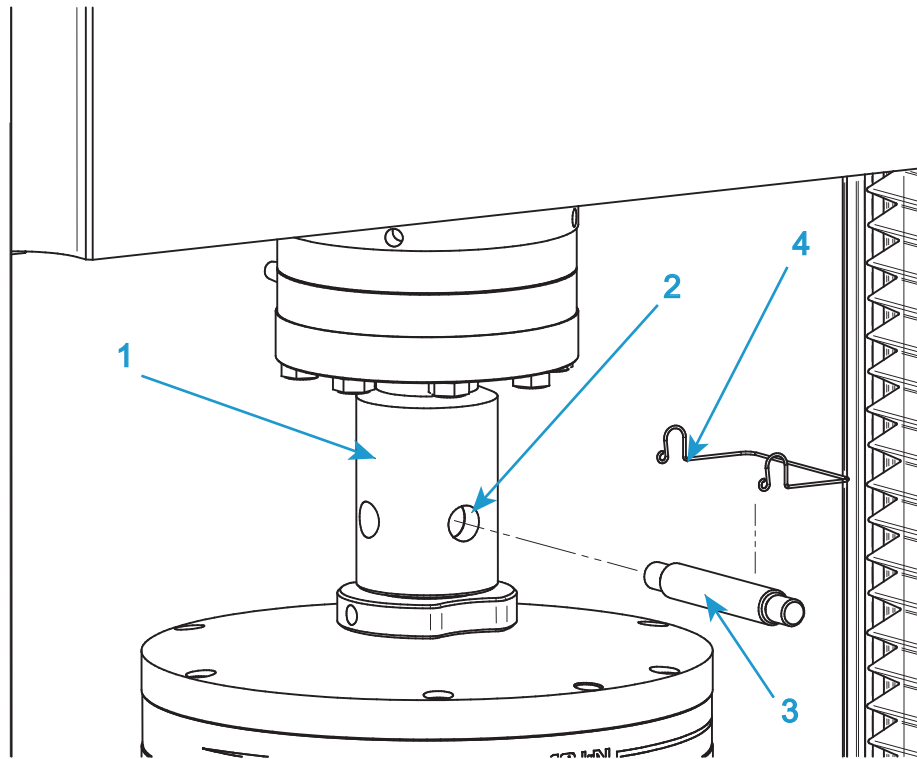

Figura 17. Instalación de mordaza típica
Consulte la Figura 17 en la página 85 cuando siga este procedimiento.
1. Para la mordaza superior, inserte el adaptador de la mordaza en el casquillo de abrazadera hembra (1 en Figura 17) del adaptador de la célula de carga.
2. Alinee los orificios de la abrazadera (2 en Figura 17) e inserte el pasador (3 en Figura 17) a través de los orificios.
3. Sujete el pasador de la abrazadera en su sitio mediante la presilla del pasador de abrazadera (4 en Figura 17).